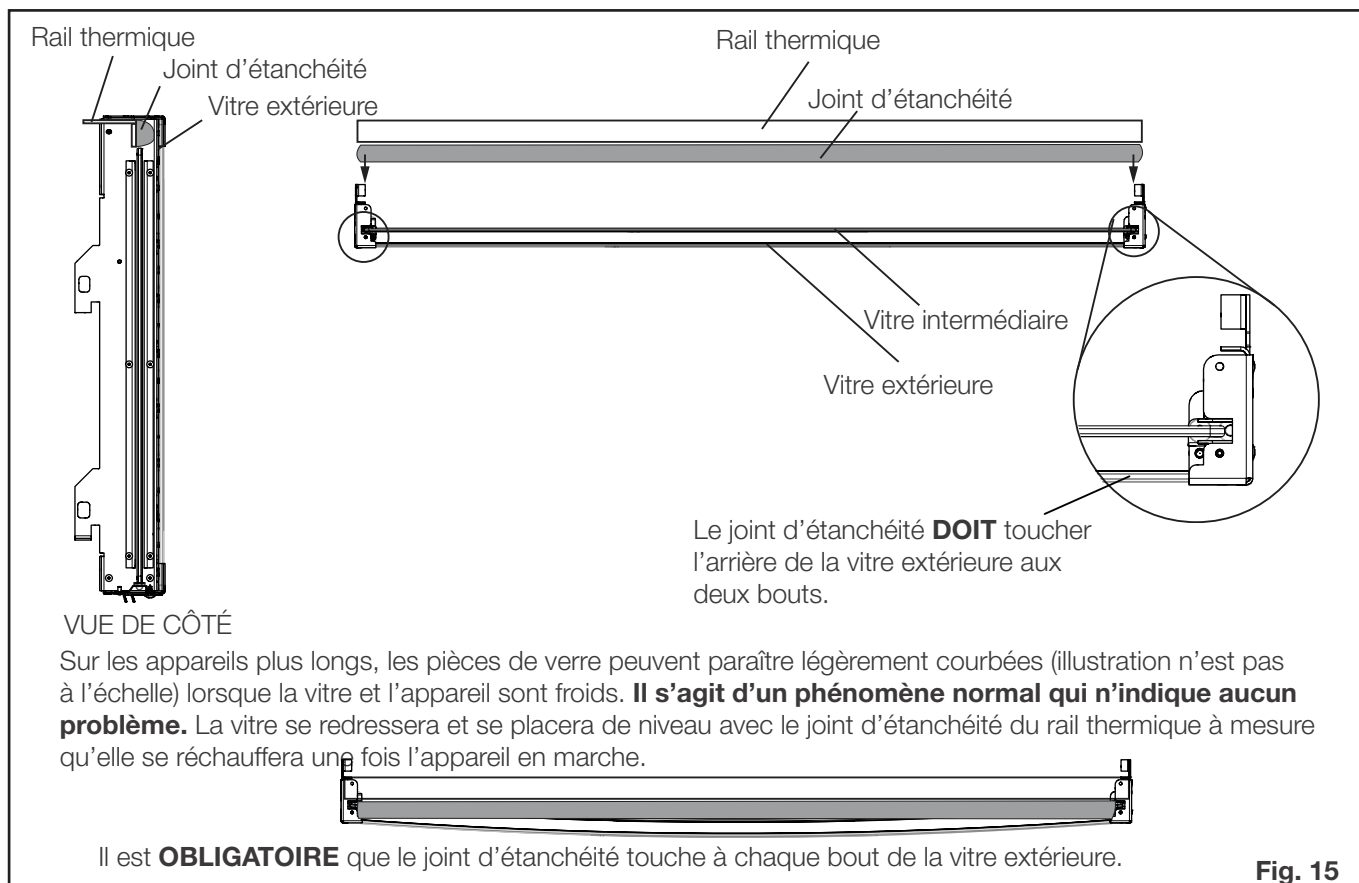

Fig. 15
11. Faites glisser le GGA-1 dans l'appareil jusqu'à ce que la vitre extérieure touche au joint d'étanchéité du rail thermique. La surface de la vitre doit entrer en contact avec le rail thermique aux deux bouts (**Fig. 15**). Le GGA-1 « clique » dans les loquets lorsqu'il est verrouillé. Si on tire dessus, le GGA-1 ne doit pas s'ouvrir, il doit être retenu par les loquets. Si le GGA-1 ne s'enclipsé pas aisément avec les loquets, un ajustement pourrait être nécessaire; reportez-vous à l'étape 13.